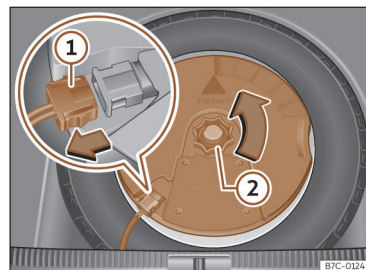

Fig. 240 Na bagageira: desmontar o subwoofer.
- Desligue o cabo do altifalante subwoofer >>> **Fig. 240 ①.**
- Rode a rodinha de fixação no sentido contrário ao dos ponteiros do relógio >>> **Fig. 240 ②.**